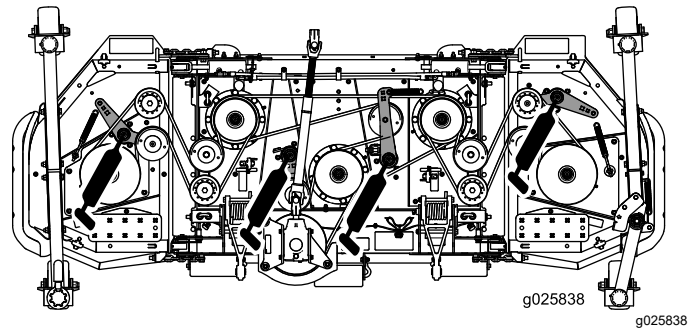

Figura 15
- Pivotes de los brazos tensores (4) (Figura 15)